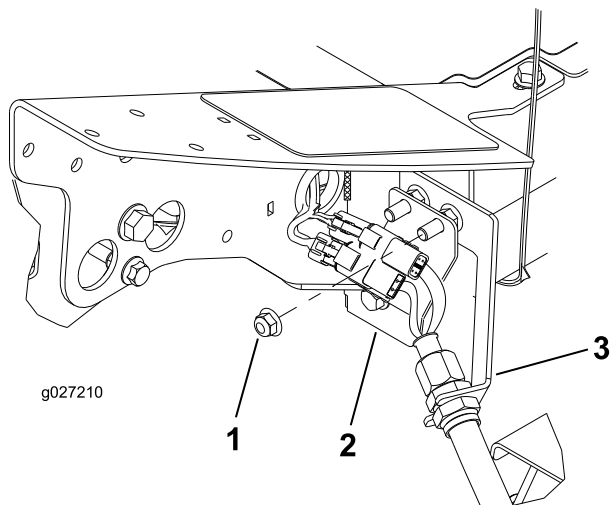

Figure 12
1. Sur le coin avant gauche du cadre (emplacement du plateau de coupe n° 4), retirez l'écrou à embase supplémentaire sur le boulon qui fixe le support de cloison à la machine (Figure 12).
3. Insérez la plaque du connecteur sur les boulons de montage sur cloison en positionnant les connecteurs comme montré à la Figure 12.